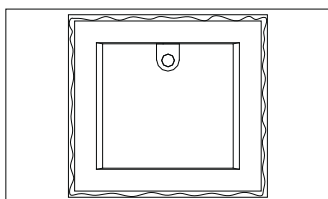

Figure 4
- Enduire de scellant de silicone les surfaces du lavabo qui seront en contact avec la surface d'appui. (Figure 4)